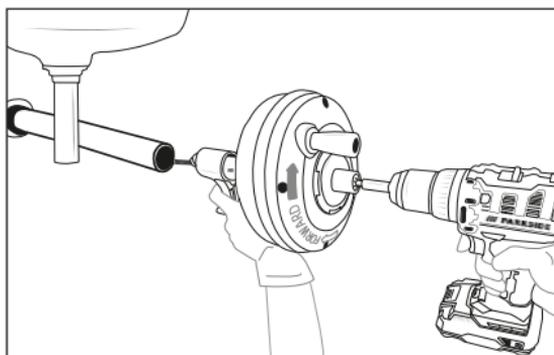

Fig. 3
- 8) Vérifiez s'il est possible de tenir l'appareil à une distance non supérieure à 10 cm de l'ouverture du tuyau d'évacuation. Une distance plus importante par rapport à l'ouverture du tuyau d'évacuation augmente le risque de torsion ou de pliage de la spirale ⑧. Si la distance est plus grande, il convient de rallonger l'ouverture du tuyau d'évacuation avec des tubes et des raccords de la même taille de sorte que l'appareil puisse être placé à 10 cm maximum de l'ouverture du tuyau d'évacuation (voir fig. 3). Si la spirale ⑧ n'est pas assez soutenue, elle peut se plier, se tordre et être endommagée ou blesser l'utilisateur.
- 2) Afin de mieux contrôler la spirale ⑧ et l'appareil, adoptez une position de travail adaptée qui garantit les points suivants :
- 3) Tirez la spirale ⑧ hors du tambour ② et poussez-la aussi loin que possible dans le tuyau d'évacuation. La spirale ⑧ doit pénétrer d'au moins 30 cm dans le tuyau d'évacuation de sorte que l'extrémité de la spirale ⑧ ne puisse pas sortir du tuyau d'évacuation et battre comme un fouet lorsque la spirale ⑧ commence à tourner.
- 4) Si vous utilisez une perceuse, réglez-la sur une vitesse de rotation faible (maximum 500 tr/min). Serrez un porte-embout dans le mandrin de serrage de la perceuse et enfoncez le logement d'embout sur l'arbre de tambour ③. Vous pouvez également serrer l'arbre de tambour ③ sans porte-embout dans le mandrin de serrage de la perceuse.
- 5) Assurez-vous que l'appareil se trouve à une distance non supérieure à 10 cm de l'ouverture du tuyau d'évacuation. Maintenez cette distance pendant l'opération de nettoyage. Cela permet d'éviter une torsion ou un pliage de la spirale ⑧.
- 6) Laissez une main sur la poignée ⑤/le déclencheur ⑥ de l'appareil et l'autre main sur la poignée de la perceuse ou sur la manivelle ④.
- 7) Tournez le tambour ② dans le sens horaire (selon la flèche au dos du tambour ②, voir fig. 3) et appuyez sur le déclencheur ⑥. En actionnant le déclencheur ⑥, la spirale ⑧ est guidée dans le tuyau d'évacuation. Vous pouvez aussi faire avancer ou reculer rapidement la spirale ⑧ en la tirant hors du tambour ② ou en la poussant dedans.
- 13) Relâchez le déclencheur ⑥ et arrêtez de tourner le tambour ② lorsque l'extrémité de la spirale ⑧ se rapproche de l'ouverture du tuyau d'évacuation. Ne tirez pas l'extrémité de la spirale ⑧ hors du tuyau d'évacuation lorsqu'elle est en rotation. Le mouvement de fouet de l'extrémité de la spirale ⑧ peut provoquer de graves blessures.
- 15) Tirez la partie restante de la spirale ⑧ avec la main hors du tuyau d'évacuation et repoussez la spirale ⑧ dans le tambour ②.